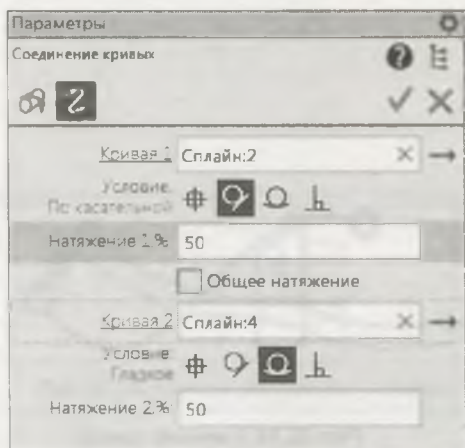

Рис. 22.12. Панель Параметры: Соединение кривых
- ♦ укажите в графической области или в **Дереве** модели объекты. На панели **Параметры: Соединение кривых** (рис. 22.12) названия объектов отображаются в окнах **Кри-**